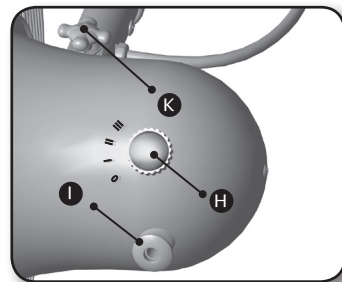

Figura 6
Selección de encendido / velocidad - Para encender el ventilador o ajustar la configuración de velocidad, utilice la perilla de velocidad del ventilador (H). Gire la perilla para seleccionar (III) alto, (II) medio, (I) bajo o (O) apagado. Figura 6.